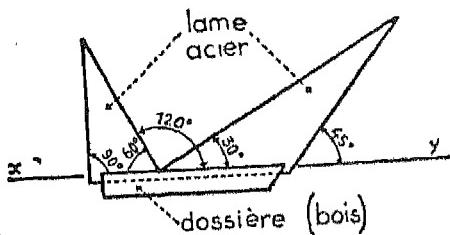
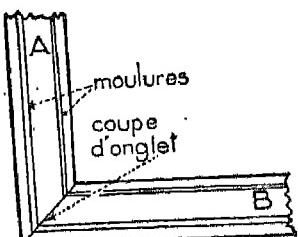

Fig. 14. — Equerre d'onglet. Outre l'angle de 45° , celle-ci permet de tracer les droites qui font avec la direction x et y , les angles de 90° , 120° et 30° .
Fig. 15. — Coupe d'onglet sur les côtés A et B d'un cadre. On voyez-vous des angles de 45° ?
d) Equerre à 45° ou équerre d'onglet (fig. 14). Elle est employée pour le tracé des coupes à 45° , ille coupes d'onglet (fig. 15), pratiquées sur les pièces assemblées en bout à angle droit (encadrements, moulures en bois pour les électriques, etc.).